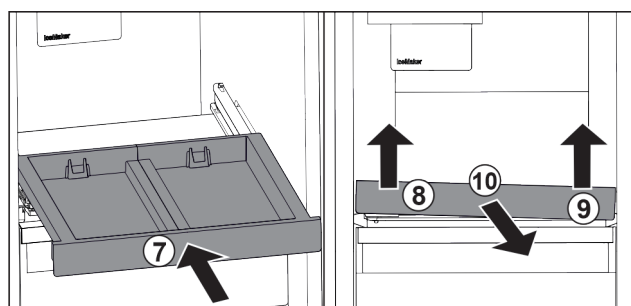

Fig. 96
- Rentrer le compartiment coulissant. Fig. 96 (7)
- Soulever le compartiment coulissant au niveau de la partie avant gauche. Fig. 96 (8)
- Soulever le compartiment coulissant au niveau de la partie avant droite. Fig. 96 (9)
- Retirer le compartiment coulissant par l'avant. Fig. 96 (10)